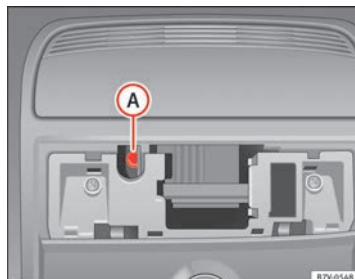

Fig. 196 Tornillo Allen para cerrar el techo corredizo panorámico.
- Introduzca una llave Allen corriente¹⁾ del tamaño 4 mm en el tornillo Allen ⇒ fig. 196 (A).